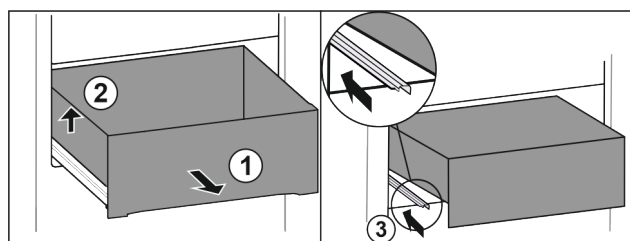

Fig. 92
- ▶ Vytiahnite zásuvku až na doraz. Fig. 92 (1)
- ▶ Nadvihnite zásuvku doľava. Fig. 92 (2)
- ▶ Zasuňte ľavú koľajničku. Fig. 92 (3)